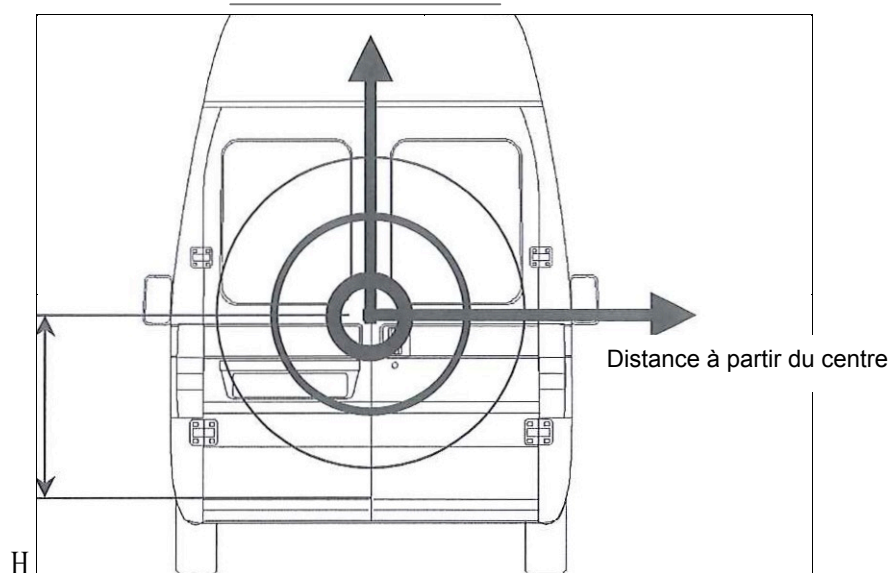

Fig. 4
- Le boîtier doit être positionné par rapport au bord inférieur du « H » de la porte de façon à optimiser l'efficacité. Il doit donc se trouver **le plus au centre possible de la porte** (voir fig. 4).